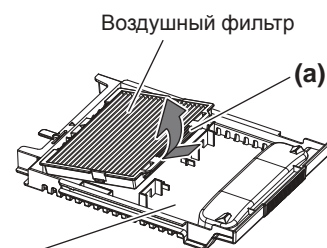

Рис. 3
**3) Извлеките воздушный фильтр из корпуса воздушного фильтра. (Рис. 3)**